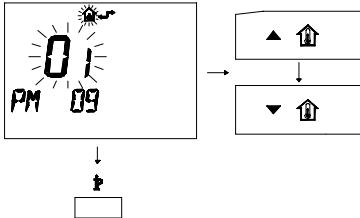

fig. 9.16
- 4 Per modificare il SET programmato agire sui pulsanti o e aspettare che il numero programmato cominci a lampeggiare (fig. 9.16)